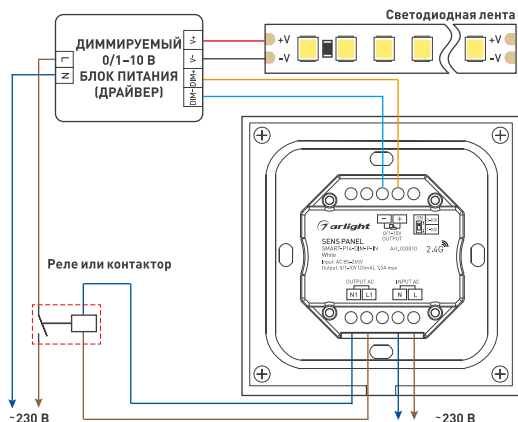

Рис. 3. Схема подключения панели SMART-P14-DIM-P-IN White с использованием контактор или реле
3.3. В случае когда суммарный ток нагрузки превышает 1,5 А или пусковой ток превышает 15 А, рекомендуется производить подключение нагрузки через контактор или реле. Пример схемы подключения приведен на рис. 3.